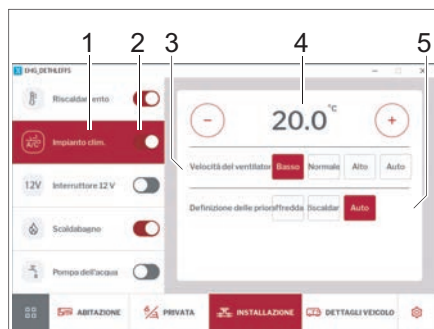

Fig. 262 Impianto di climatizzazione
- Accendere o spegnere l'impianto di climatizzazione con l'interruttore a scorrimento (Fig. 262,2).
- Digitare il pulsante *Impianto di riscaldamento* (Fig. 262,1).
- Impostare la temperatura desiderata del vano di abitazione con i tasti + e - (Fig. 262,4).
- Impostare la priorità desiderata (raffreddamento/riscaldamento/modalità automatica) (Fig. 262,5).
- Selezionare il livello del ventilatore (Fig. 262,3).